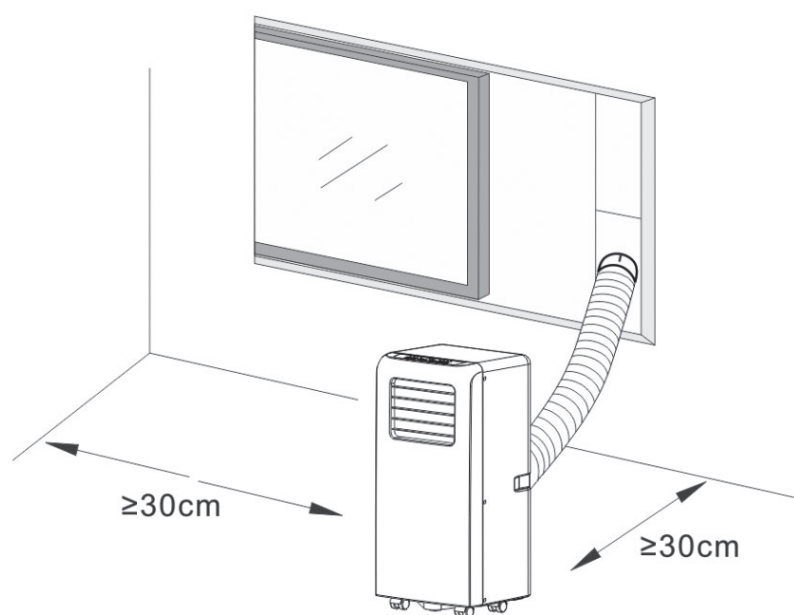

Fig. 3
- El aire acondicionado debe instalarse en una superficie plana y resistente que esté vacía al menos 30 cm alrededor de la unidad para que nada bloquee la salida del aire. (Ver Fig.3)